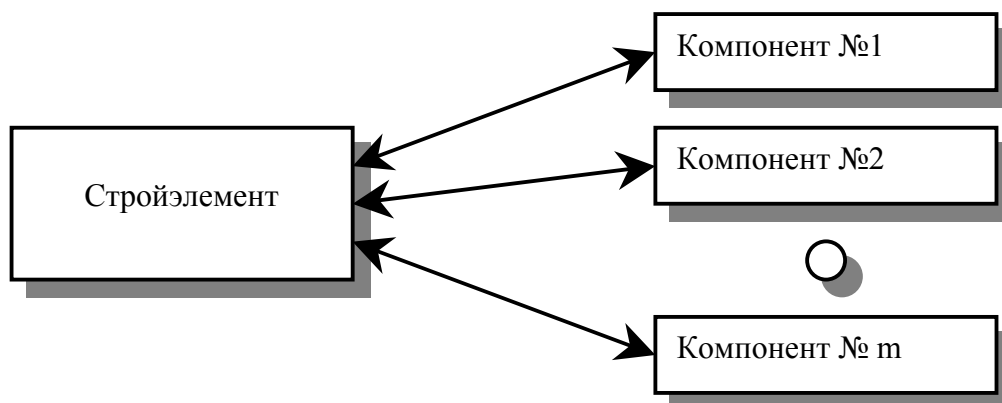

Рисунок 7
3. Один стройэлемент связан с несколькими компонентами (Рисунок 7). Этот вариант применяется, когда требуется обчислить количество компонентов в стройэлементе. Т.е. в спецификации будет количество каждого компонентов стройэлемента. При этом количество стройэлементов посчитано не будет. Может применяться для подсчета компонентов в железобетонных конструкциях.